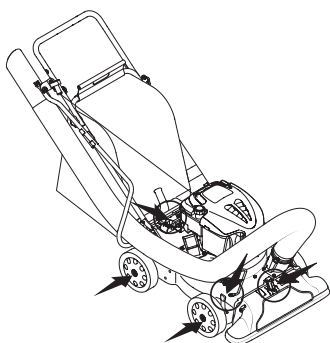

Figura 15
4. Lubrique la palanca del pico / manguera de la aspiradora que la unen a la ménsula de montaje. Ver la Figura 15.